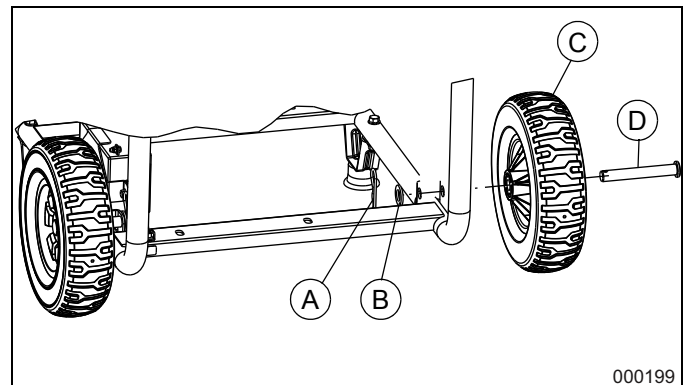

Figure 2-1. Ensemble de roue
1. Installer les roues comme suit (Figure 2-1) :